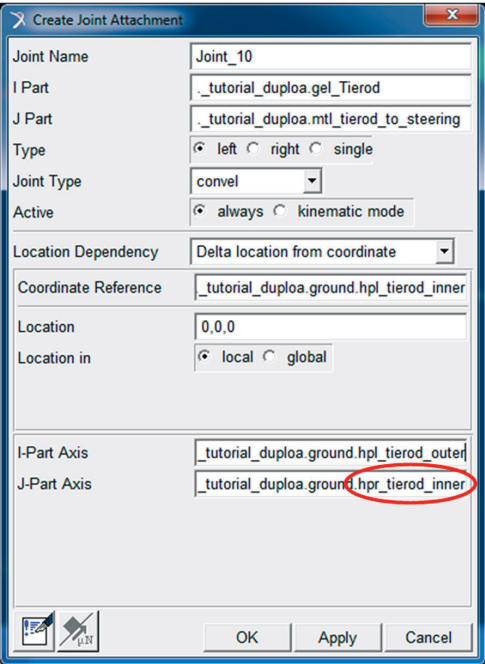

Figura 5.133 – Preenchimento da caixa de diálogo para criação da junta *Convel*.
- Crie a junta do tipo *Convel*, conforme ilustrado na Figura 5.133.
- Note que essa junta é definida pelo *General Part* “*gel\_tierod*” e o *Mount* “*mtl\_tierod\_to\_steering*”. Atente-se para o *Hardpoint* destacado na Figura 5.133, perceba que *J – Part Axis* é um *Hardpoint* situado à direita.